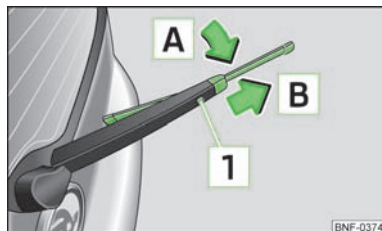

Fig. 31
- Soulevez le bras d'essuie-glace de la lunette arrière et renversez le balai d'essuie-glace légèrement en direction du bras d'essuie-glace, flèche **A** » fig. 31.